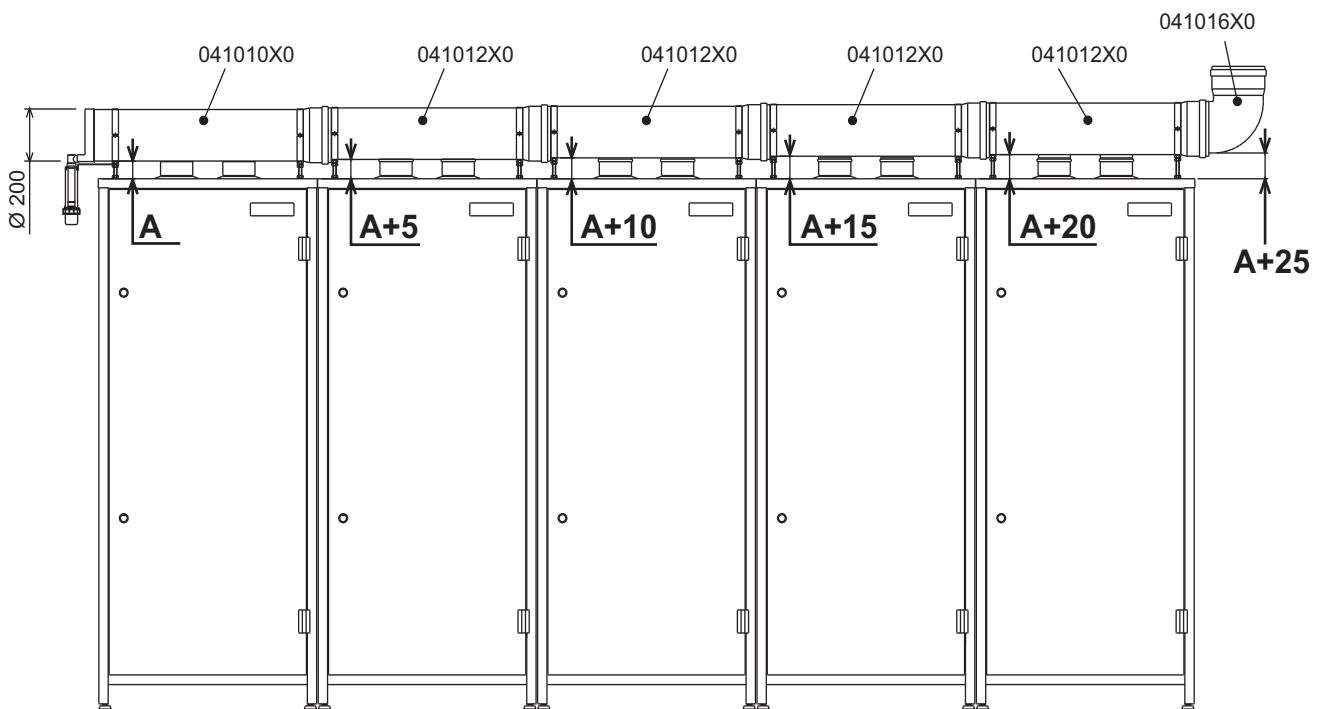
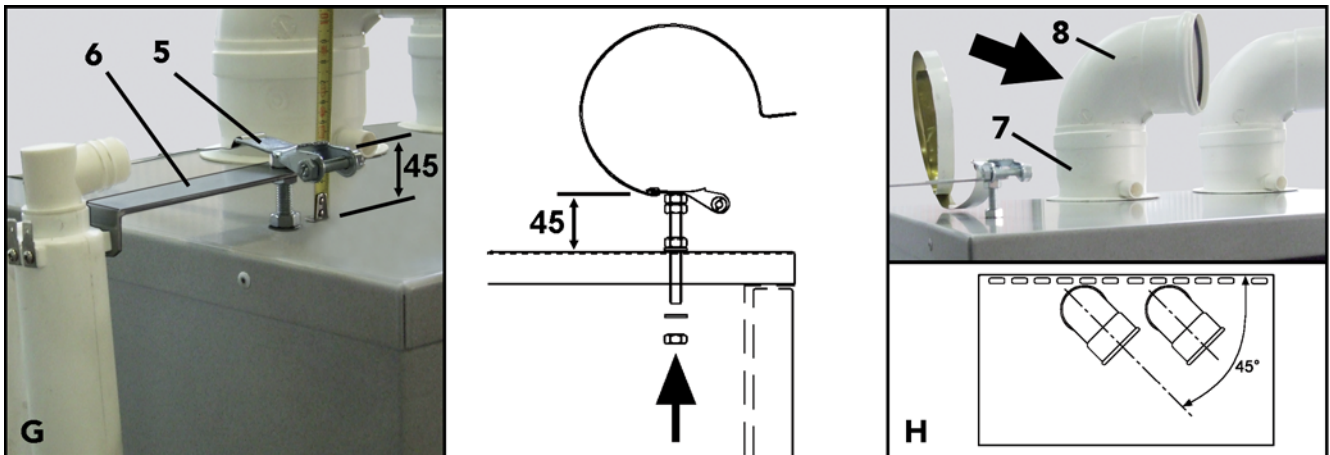
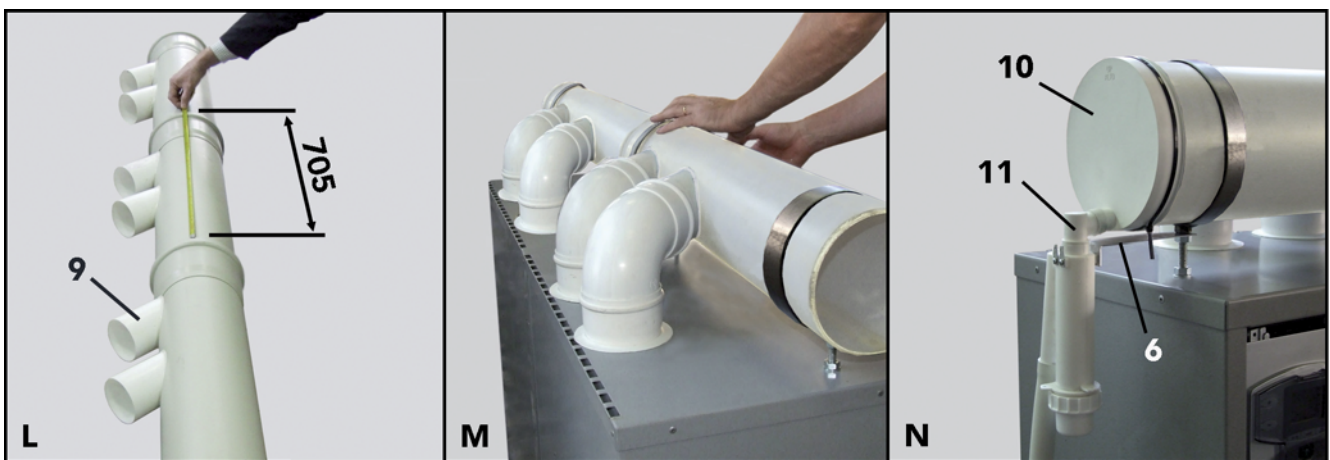

fig. 32 - Installazione di 5 moduli
fig. 35
fig. 36
- G** Montare le flangie di supporto dei collettori "5" utilizzando gli appositi fori previsti sulla sommità dei moduli. La staffa di partenza sul primo modulo deve rispettare la quota di 45 mm. (vedi riquadro "G" fig. 35). E' necessario aumentare tale quota di 5 in 5 nei successivi moduli, in modo da ottenere l'inclinazione del collettore fumi come indicato in fig. 32. Sulla flangia del primo modulo inserire la staffa di supporto del sifone raccogli condensa "6".
- H** Inserire sui tronchetti "7" le curve a 90° M-F "8" posizionandole a 45° rispetto il modulo (vedi riquadro "H" fig. 35). Qualora si stia installando un modulo **Reply 51/i** utilizzare una sola curva a 90° ed il tappo contenuto nel kit di partenza.
- L** Innestare i tubi fumi (operazione da effettuare a terra) facendo attenzione all'allineamento dei vari attacchi "9" rispettando rigorosamente la misura di innesto di 705 mm (vedi riquadro "L" fig. 36).
- Verificare la corretta inclinazione del collettore (vedi fig. 32) e il corretto imbocco di tutti i tronchetti, curve e valvole, assicurandosi che le guarnizioni non siano fuoriuscite dalle loro sedi (vedi riquadro "M" fig. 36). Far aderire le guarnizioni esterne alla sommità dei moduli. Serrare e fissare quindi le flangie di supporto.